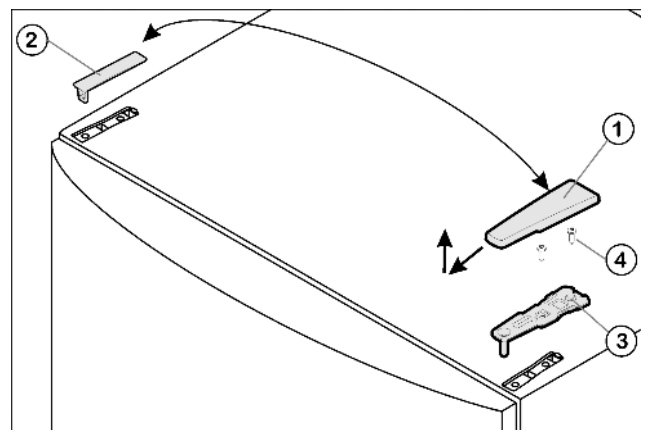

Fig. 5
- ▶ Afdekking Fig. 5 (1) naar voren en boven wegtrekken.
- ▶ Afdekking Fig. 5 (2) eraf nemen.
- ▶ Bovenste lagerbus Fig. 5 (3) losschroeven (2 maal Torx® 25) Fig. 5 (4) en naar boven eraf trekken.
- ▶ Plaats de bovenste lagerbus *Fig. 5 (3)* aan de nieuwe scharnierkant in de deur.
- ▶ Bovenste lagerbus **goed (met 4 Nm)** vastschroeven (2 maal Torx® 25) *Fig. 5 (4)*. Steek de schroefgaten indien nodig voor of gebruik de accuschroevendraaier.
- ▶ Afdekking *Fig. 5 (1)* en afdekking *Fig. 5 (2)* elk op de tegenoverliggende zijde van buiten aanbrengen en vastklikken.